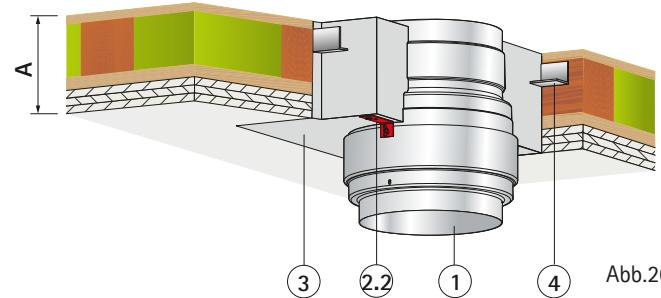

Abb.20
7. Absperrvorrichtung WFK-M-LüAR mit dem Befestigungswinkel bei Einbau auf der Geschossdecke bündig auf der Oberkante der Decke positionieren, bei Einbau unter der Geschossdecke, Befestigungswinkel bündig auf der Unterkante der Decke positionieren (Abb.20 (2.1), Abb.21 (2.2)), Verschraubung bei Bedarf. Wand – / Deckenbündiger Schenkel kann bei Platzmangel gekürzt werden